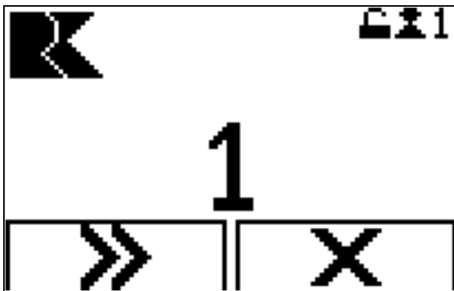

Abb. 119: Memoryposition auswählen
2. → Anzufahrende Memoryposition (hier: „1“, Abb. 119) auswählen.